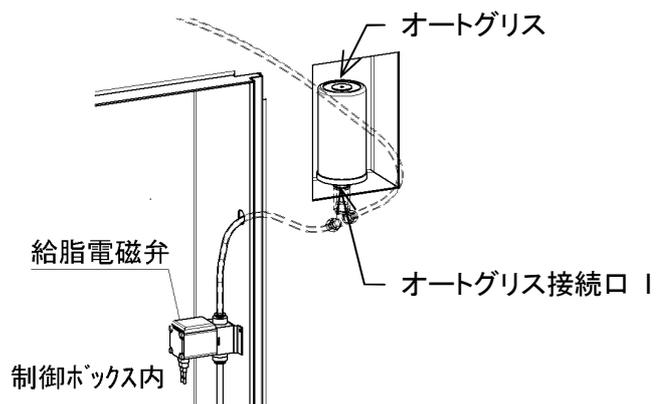

図 5-5
5.6 自動給油器の取り付け(図 5-5)
- ・ 付属品のオートグリスを機械左側面前側のオートグリス取り付け口 I に取り付けます。(図 5-5)